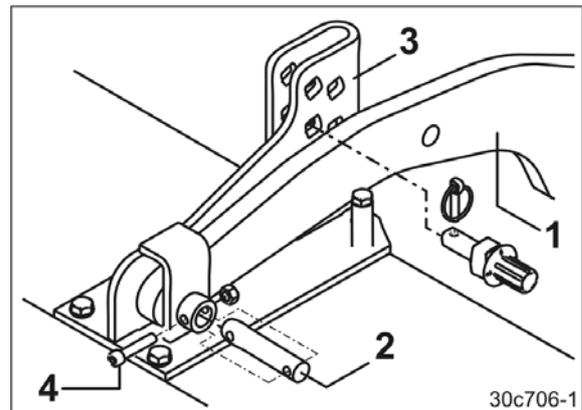

Fig. 30
Les rouleaux se fixent à l'outil de préparation du sol par l'intermédiaire des deux bras (Fig. 30/1).
3. Fixez les bras supports (Fig. 30/1) du rouleau sur les éléments de réception (Fig. 30/3) de l'outil de préparation du sol avec les chevilles (Fig. 30/2) puis boulonnez (Fig. 30/4) ces dernières.
2. Dévissez le boulon (Fig. 30/4) et tirez la cheville (Fig. 30/2) des bras supports.